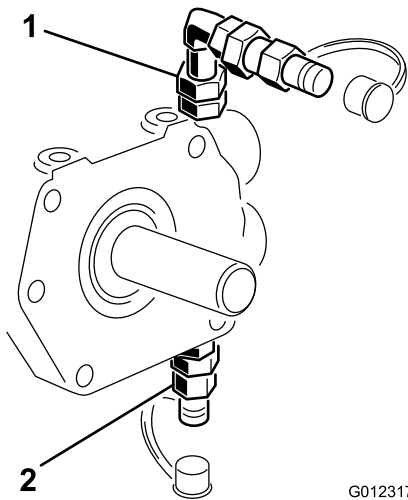
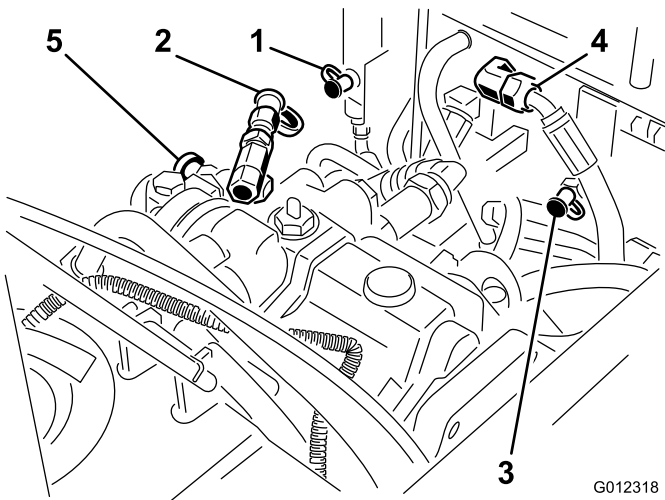

図 46
図 47
油圧回路試験実施用にテストポート（図 46 と図 47）があります。どの計測も、エンジン全開状態およびオイル温度が通常の作動温度の状態で行ってください。必要に応じToro代理店にご相談ください。
- ・ 前進・後退回路（図 46）（ホイール・モータの裏側）の通常のリリーフ設定は約 5300 psi、チャージ圧設定は 50~150 psi。油圧計は 7500~10,000 psi までを表示できるものを使う。